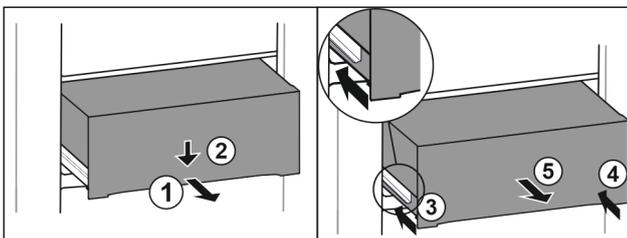

Fig. 133
- ▶ Extraiga el cajón hasta la mitad. Fig. 133 (1)
- ▶ Empuje el cajón por la parte delantera hacia abajo. Fig. 133 (2)
- ▶ Inserte el riel izquierdo unos 2 cm. Fig. 133 (3)
- ▶ Inserte el riel derecho unos 2 cm. Fig. 133 (4)
- ▶ Extraiga el cajón hacia delante. Fig. 133 (5)